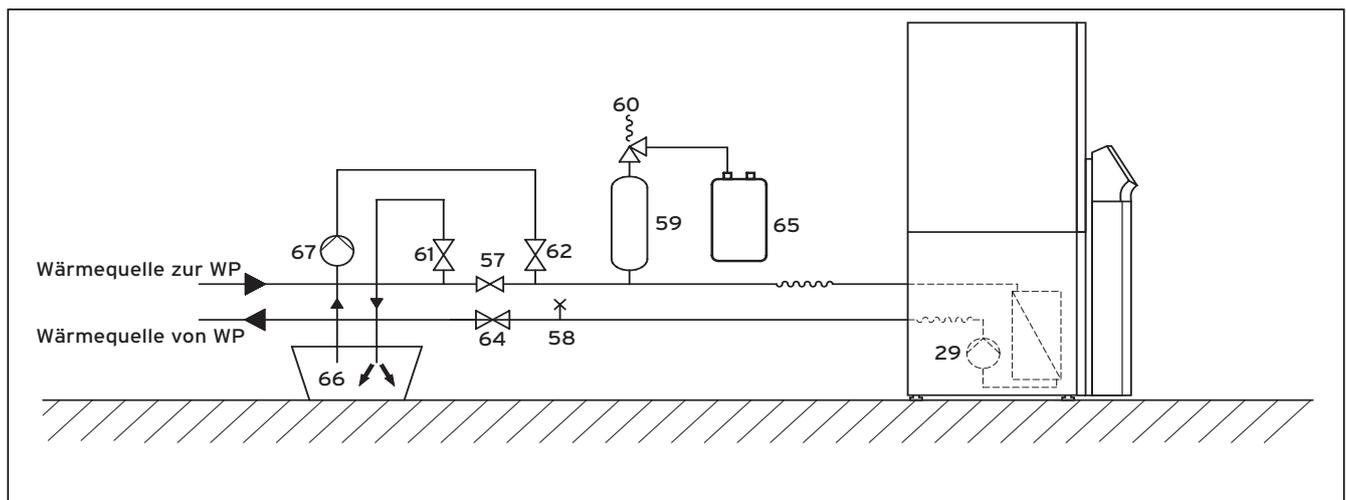

Abb. 6.4 Solekreislauf
Legende zu Abb. 6.4
- Mischen Sie in einem externen Behälter (z. B. Plastikkanister, siehe Abb. 6.4, Pos. **66**) Wasser und Frostschutzmittel in der vorgeschriebenen Konzentration. Jeder Mischungssatz muss sorgfältig vermengt werden.
- Öffnen Sie das Absperrventil (siehe Abb. 6.4, Pos. **57**), damit die Luft zwischen den Absperrventilen (**61**) und (**62**) entweichen kann.